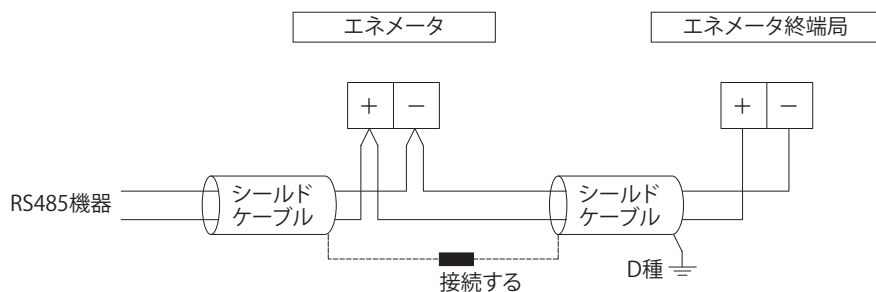

図 4
- ・RS485 伝送路にシールドケーブルを使用する場合は、片側接地としてください。接地は専用接地とし、D 種接地してください。また、接地は他の接地線と共用しないでください。(図 4)